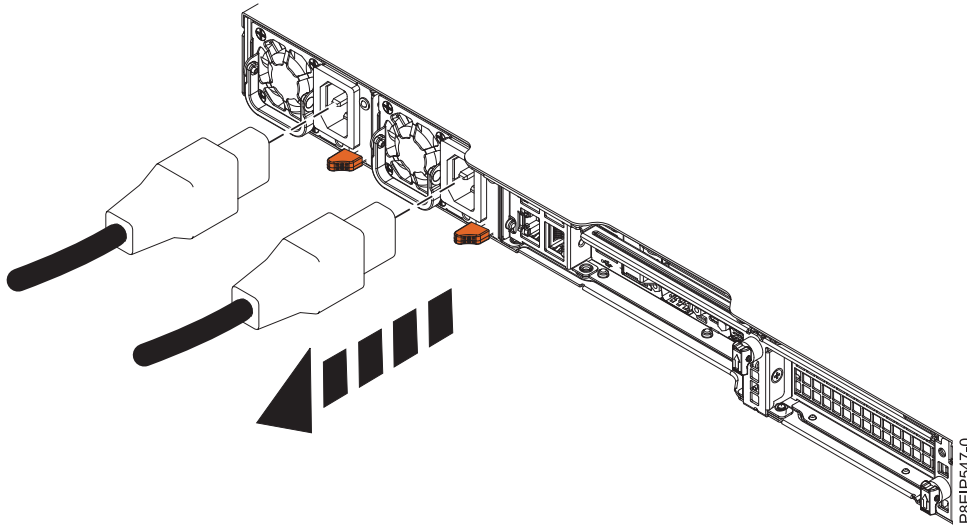

Figura 61. Extracción de los cables de alimentación del sistema
2. Etiquete y desconecte los cables de alimentación de la unidad del sistema como se muestra en la Figura 61 en la página 98.